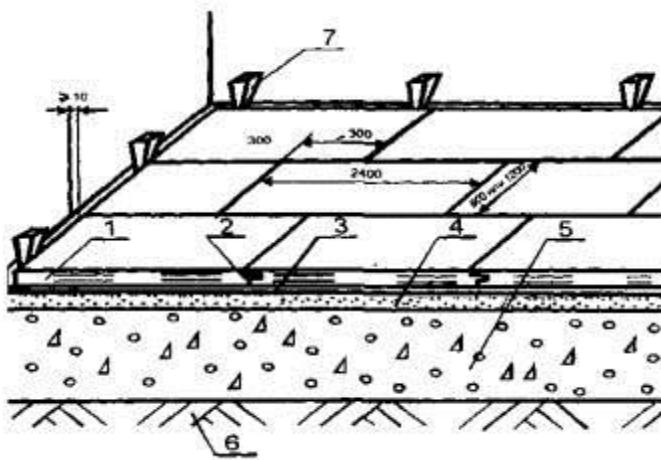

Рисунок 3 - Схема укладки древесностружечных плит в плавающей сборной стяжке
5.55. Древесно-стружечные плиты склеиваются дисперсией ПВА (ТУ 2241-027-00203521) или мастиками строительными полимерными kleящими латексными (ГОСТ 30307). Необходимое для склеивания сжатие обеспечивается путем вбивания клиньев в зазоры у стен (рисунок 3). После высыхания kleя клинья снимаются.